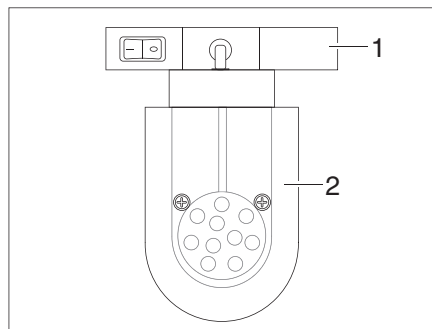

Fig. 64 Spot DEL (exemple)
- Saisir le support (Fig. 64,1) et le tourner de 90°.
- Retirer le spot DEL (Fig. 64,2) du système de rail.
- Placer le spot DEL (Fig. 64,2) à la position désirée dans le système de rail et le tourner de 90°.